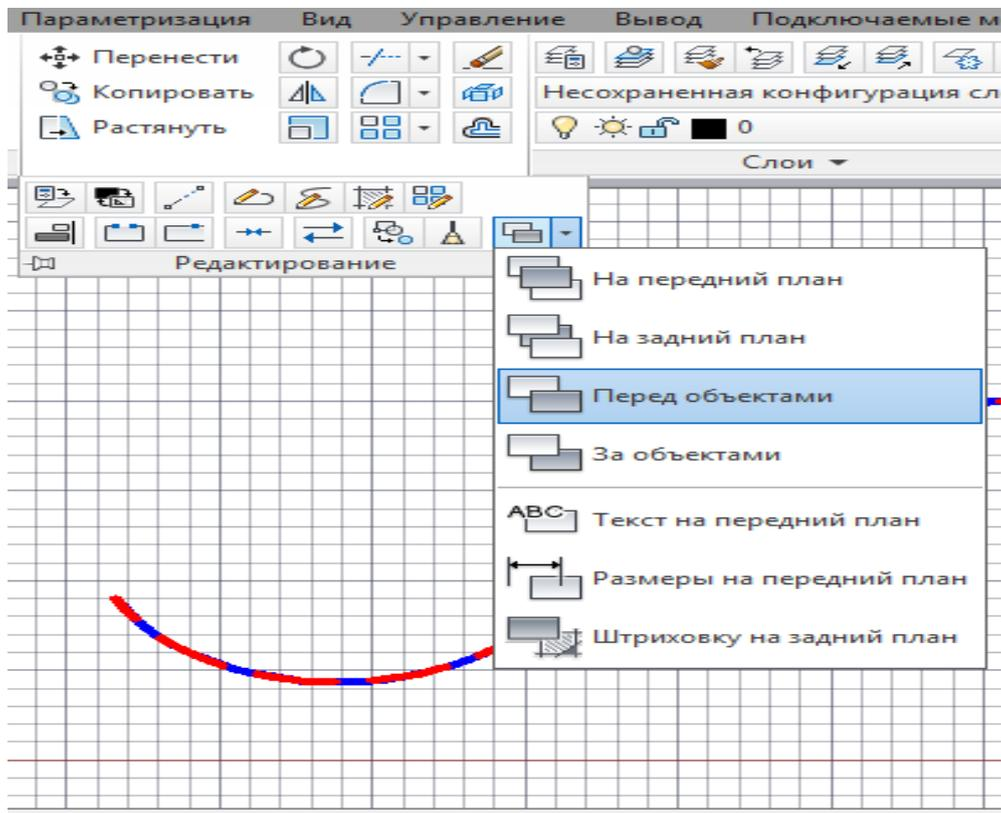

Рис.7. Наложение линий
- 5. Наложить одну линию на другую (Рис.7):